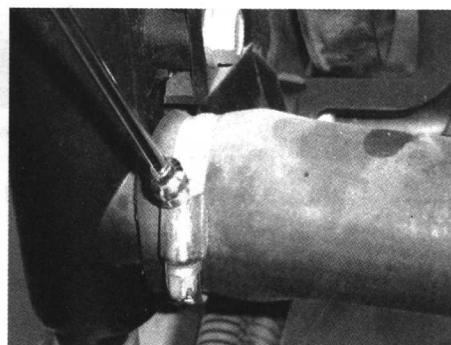
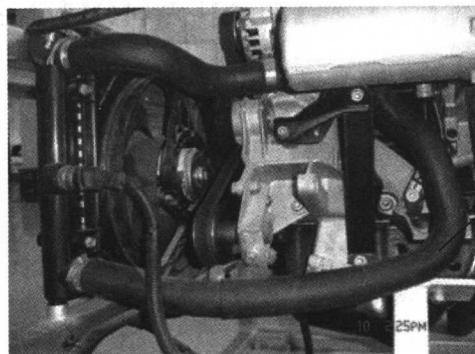
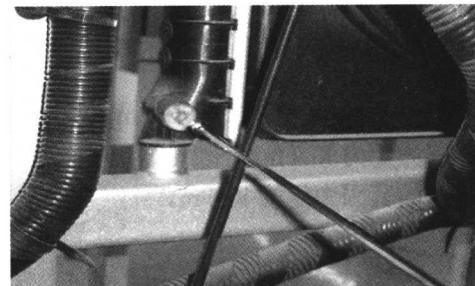

图 1-1 拆下管道的夹箍
图 1-2 拆下散热器的下水管
图 1-3 别克君威冷却液泄放阀
(1) 冷却液的排放。将空调暖风控制阀全开；拧下冷却液膨胀水箱盖（必须在冷机时排液，热机时不能操作）；松开水管的卡箍，拉出冷却液软管，放出冷却液，用容器收集。如图 1-1、图 1-2 和图 1-3 所示。
(2) 散热器总成的拆卸。从散热器上拆下冷却液的上、下水管以及与膨胀水箱的连接管，最后取下散热器总成。
(3) 水泵总成的拆卸。从水泵上取下